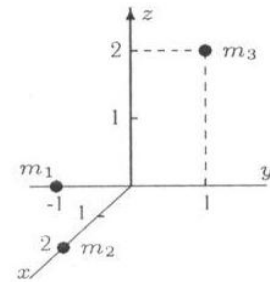

Рис. 9
**Задача 9.** Механическая система, состоящая из твердого тела (на рисунке не показано) и трех закрепленных на нем материальных точек, вращается вокруг неподвижной оси  $z$  по закону  $\varphi = e^{2t} \sin t$ . Даны моменты инерции тела  $J_{xz} = 7$  кгм2,  $J_{yz} = 8$  кгм2,  $J_z = 2$  кгм2 и положения точек (координаты в метрах) с массами  $m_1 = 1$  кг,  $m_2 = 2$  кг и  $m_3 = 3$  кг на теле (рис. 9). Найти момент равнодействующей сил, приложенных к системе относительно начала координат при  $t = 0$ .